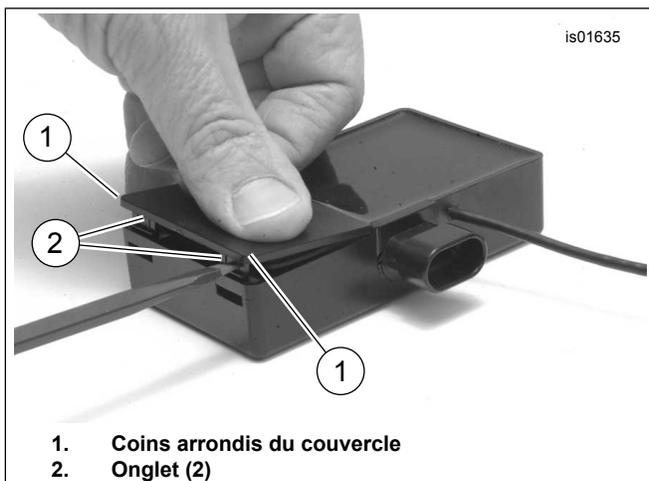

Figure 6. Accrocher des onglets dans les fentes (Smart Siren II)
- Consultez Figure 6. Positionnez le couvercle de pile **d'origine** sur le boîtier de la sirène avec les coins arrondis (1) vers l'extérieur.
- Appuyez le couvercle sur le boîtier de la sirène et appuyez sur les languettes (2) avec le tournevis jusqu'à ce que les languettes s'enclenchent dans les fentes du boîtier.